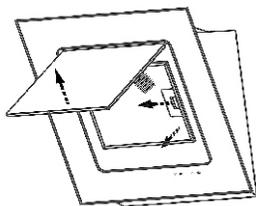

рис. 4
8.3 Для очистки алюминиевого фильтра извлеките его из вытяжки (рис.4). Произведите очистку фильтра с помощью щетки горячим водным раствором нейтрального моющего средства вручную или в посудомоечной машине (при 60°C). Сильно загрязненный фильтр не следует мыть в посудомоечной машине вместе с посудой. Старайтесь не сгибать фильтр при мойке. Возможное изменение цвета фильтра, с течением времени, не приводит к снижению эффективности его действия.
Чтобы снять алюминиевый фильтр, нажмите на пружинный замок фильтра и потяните его на себя (рис. 4).
- 6.1.2 Перед установкой кухонной вытяжки снимите алюминиевый фильтр (рис. 4). Предварительно откритые стеклянную откидную панель:
- потяните за нижний край откидной панели, как показано на (рис. 4) и откритые ее;